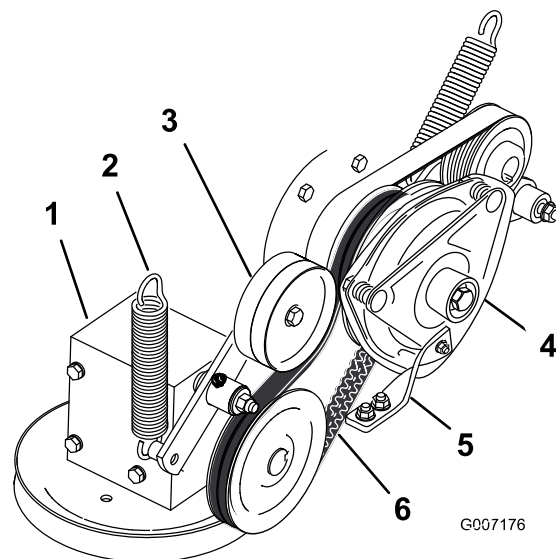

Figura 92
4. Retire a mola do braço do tambor falso (Figura 92).
7. Instale a correia de transmissão da PTO em torno da polia da embraiagem e da polia da caixa de velocidades (Figura 92).
9. Instale a mola no braço intermédio (Figura 92).